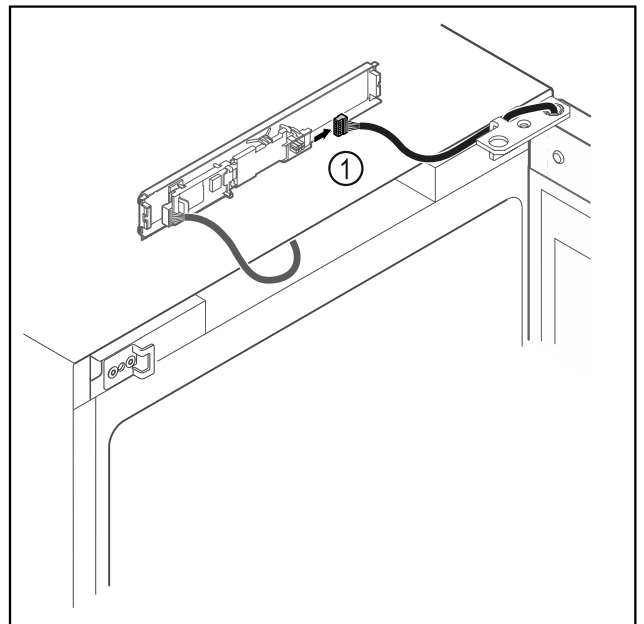

Fig. 20
- Desenchar el conector Fig. 20 (1) de la platina.